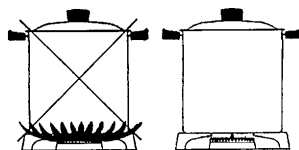

Рис. 2
- режим работы горелок должен быть таким, чтобы пламя не выходило за края кастрюли см. рис. 2